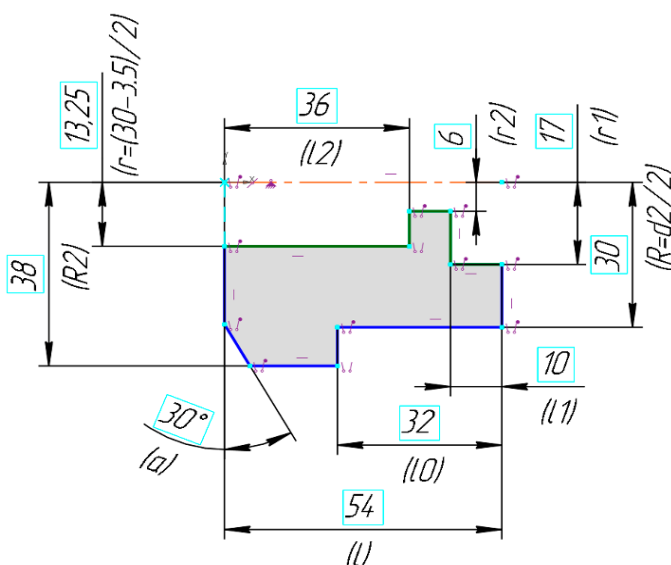

Рис. 80
1.6. Создайте управляющие размеры в параметрическом режиме, значения переменных округлите, как на рис. 80.
При задании управляющего размера, относящегося к радиусу наружной резьбы, введите в поле переменной выражение $d2/2$ (см. рис. 80), а для размера резьбового отверстия введите выражение $(30-3,5)/2$.